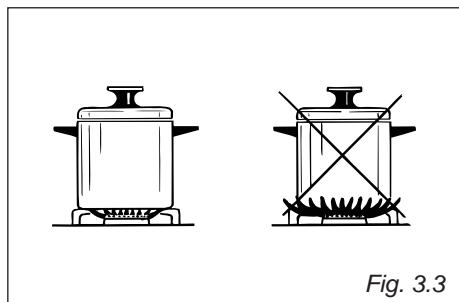

Fig. 3.3
- Anslut fas, noll och jord som illustrerad på anslutningschemat Fig. 3.3.